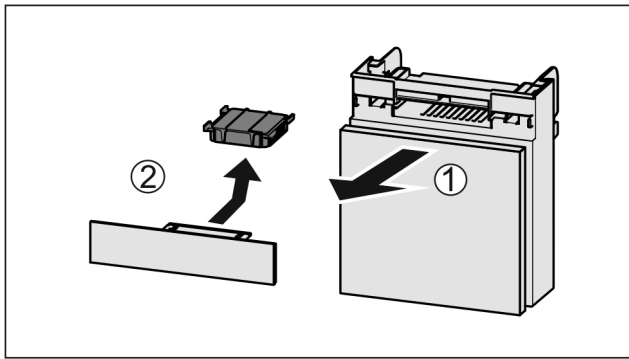

Fig. 147
- ▶ Retire el compartimento hacia delante Fig. 147 (1).
- ▶ Retire el filtro de carbón activo Fig. 147 (2).